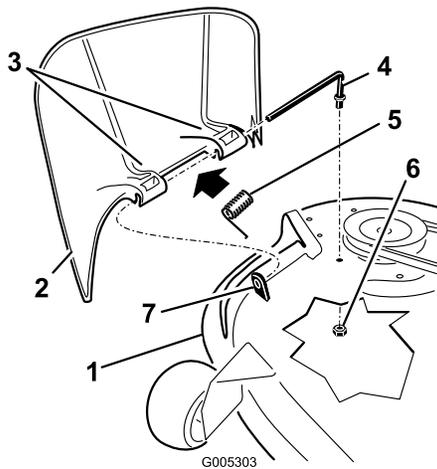

Figura 49
1. Localice los elementos mostrados en la Figura 49.
2. Retire la tuerca (3/8 pulg.) de la varilla (debajo del cortacésped) (Figura 49).
3. Retire la varilla del espaciador corto, del muelle y del deflector de hierba (Figura 49). Retire el deflector de hierba dañado o desgastado.
4. Vuelva a colocar el deflector de hierba (Figura 49).
6. Coloque el muelle sobre la varilla, con los extremos de los alambres hacia abajo, y entre los soportes del deflector de hierba. Deslice la varilla por el segundo soporte del deflector de hierba (Figura 49).
7. Introduzca la varilla, en la parte delantera del deflector de hierba, por el espaciador corto de la plataforma. Fije el extremo trasero de la varilla en el cortacésped con una tuerca (3/8 pulg.) (Figura 49).